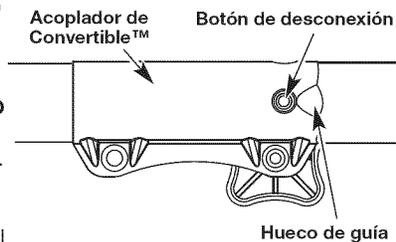

Fig. 5
NOTA: La alineación del botón de desconexión con el hueco de guía facilitará la instalación (Fig. 5).
2. Opima y sostenga el botón de desconexión (Fig. 5).